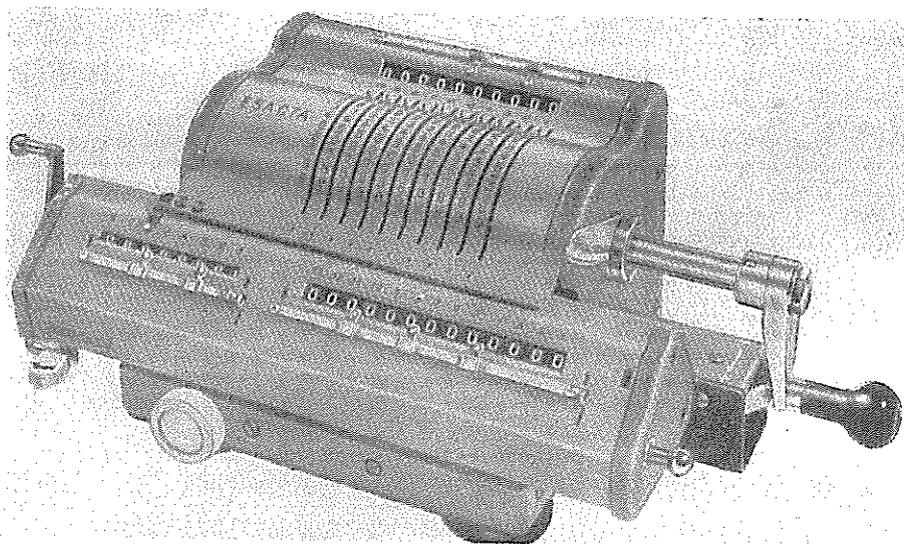

Fig. 49 - CALCOLATRICE A LEVE ESACTA - Modello 1152 con visibilità e reimpostazione automatica del prodotto.
Sono macchine non scriventi, azionate, di solito, per mezzo di una manovella, che presentano la loro caratteristica fondamentale nel dispositivo d'impostazione. Tale dispositivo è rappresentato da un certo numero di leve o cursori che scorrono entro scanelature; lungo queste scanelature sono segnate le cifre da 0 a 9 o da 1 a 9 (alcuni modelli non portano segnato lo zero). Ogni scanelatura rappresenta un ordine decimale: unità, decine, centinaia, ecc. Naturalmente, possono essere fissati degli indici per l'indicazione di cifre decimali. Il numero delle scanelature dà la capacità della macchina. L'insieme delle scanelature può essere paragonato alla tastiera di una macchina a tastiera estesa ed ogni scanelatura ad una colonna della tastiera estesa. Così, ad esempio, una calcolatrice a cursori con 10 scanelature permette l'impostazione di numeri di 10 cifre intere oppure di 8 intere e due decimali (vedi fig. 49) come una tastiera a 10 colonne.
4. modello 1152 con reimpostazione e visibilità (vedi fig. 49).